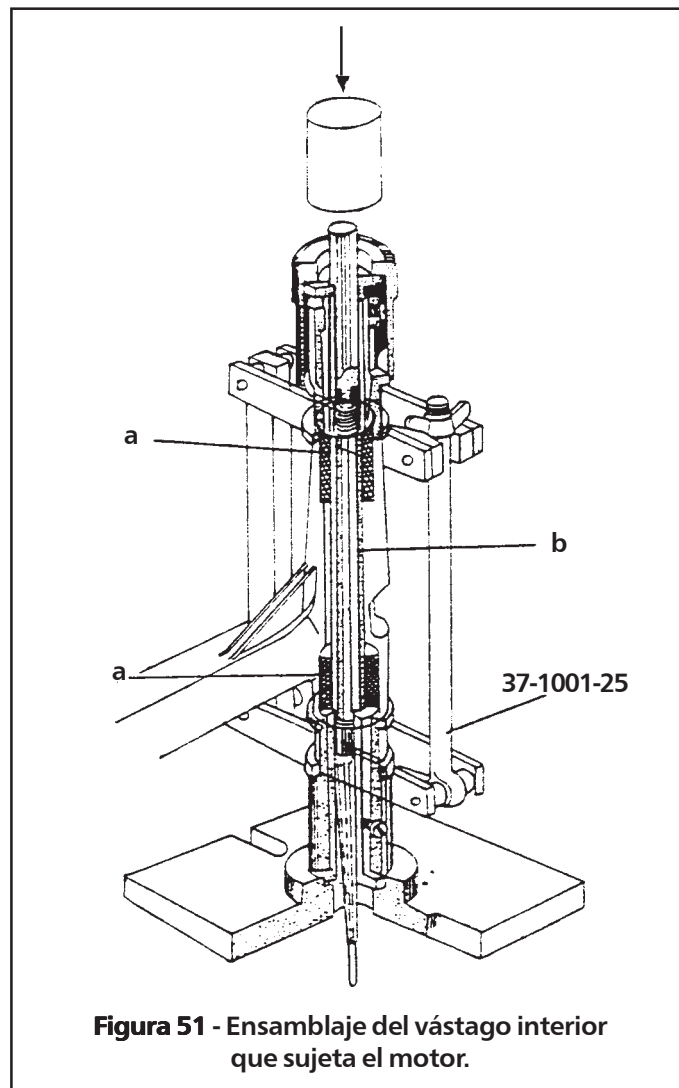

Figura 51 - Ensamblaje del vástago interior que sujeta el motor.
3. Lubrique el tubo interior con agua jabonosa, y luego, utilizando la camisa cónica como guía, métalo en los bujes de caucho como lo muestra la figura 51.